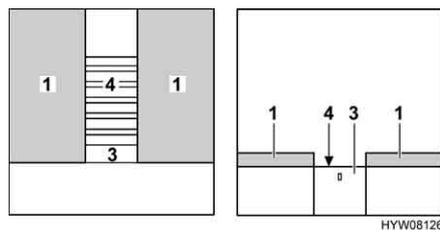

Fig. 137 Durante la transformación
- Si está montado un bloqueo en el dispositivo de extracción (Fig. 137,3): Meter la mano atrás del panel y desbloquear el dispositivo de extracción.
- Extraer completamente el somier (Fig. 137,4) o bien la prolongación con el dispositivo de extracción.